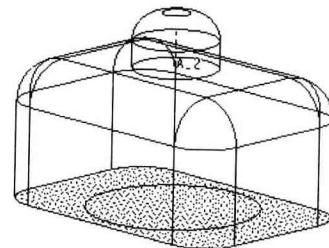

图 1.8
(1) 选择过滤器“几何”。
(2) 单击背景，选择如图 1.8 所示的曲面。